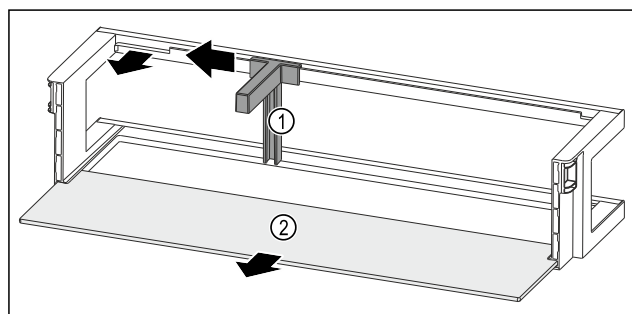

Fig. 118 Dörrfack med flaskhållare och hylla
- Skjut flaskhållaren Fig. 118 (1) åt sidan ända till ursparingen.
- Ta ut flaskhållaren Fig. 118 (1).
- Ta ut dörrfacket Fig. 118 (2).